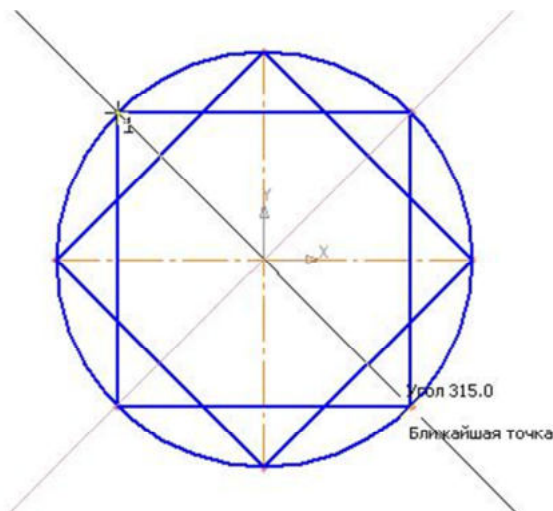

Рис. 4
7.  – **Вспомогательная прямая**. Укажите первую точку и вторую, проводя диагональ квадрата. Сработает глобальная привязка Ближайшая точка (рис. 4).